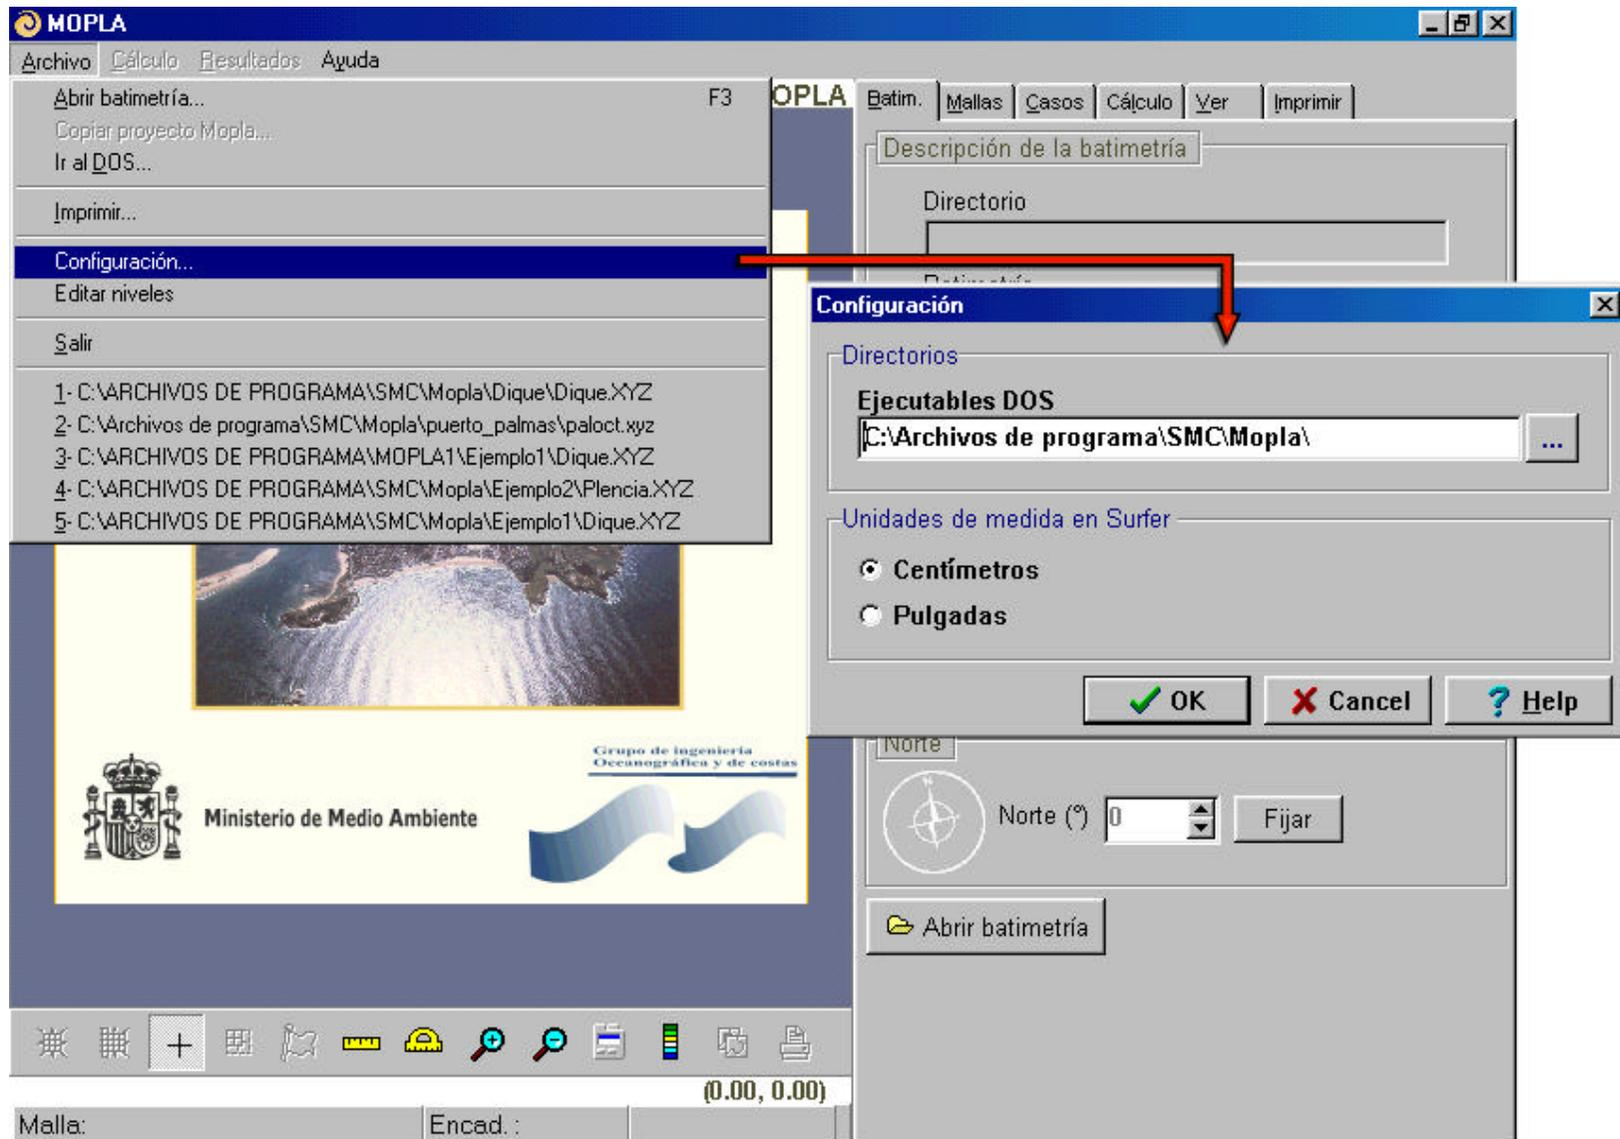

Figura III.3. Diálogo de *Configuración*. (Menú de *Archivo*)
- **Directorios de trabajo:** aquí se establece el directorio donde el programa busca los ejecutables de la aplicación (ver figura III.3). Para cambiarlo hay que pulsar los botones con tres puntos que aparecen a la derecha. Al hacerlo saldrá un diálogo con un árbol de directorios donde se puede seleccionar el deseado.